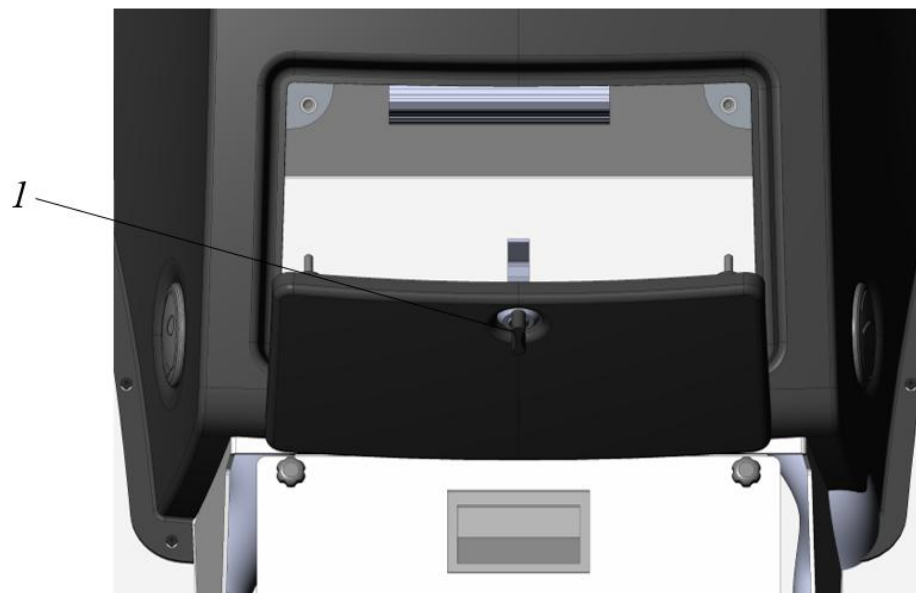

Рисунок 3.65. Ящик для документации
- Повернуть рукоятку 1, рис. 3.65.